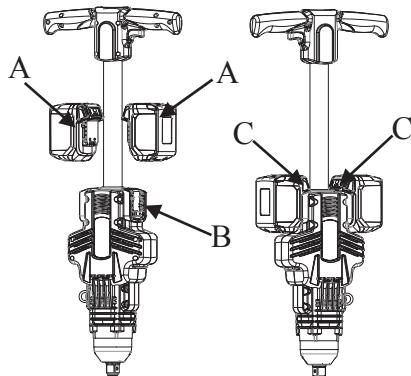

Fig.2
**PARA EXTRAER LA BATERÍA:** Presione el botón de liberación de la batería (C) en la batería y extráigala (A) de la herramienta (B). (ver Fig. 2)
PARA INSTALAR LA BATERÍA: Empuje la batería (A) sobre la herramienta hasta que encaje en su lugar. (ver Fig. 2)